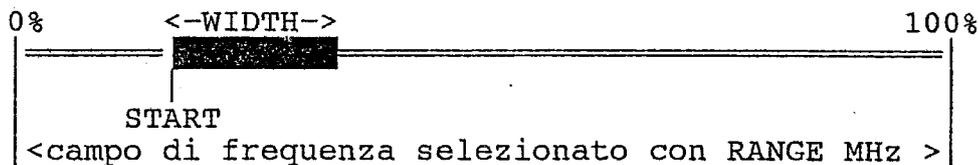

Figura 4
Il comando WIDTH (11) stabilisce invece la larghezza della vobulazione anche questa puo' essere variata da 0 al 100% della gamma di frequenza prescelta (vedi figura 4)